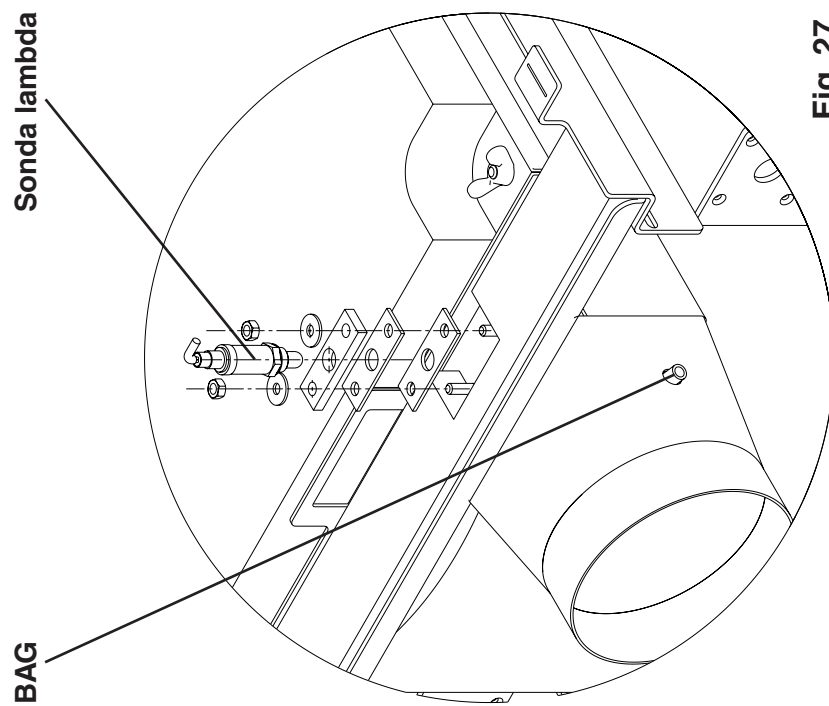

Fig. 27
- Inserire il sensore della temperatura della caldaia (BK) dal dispositivo di controllo della temperatura nella boccia ad immersione e fissarlo. Nella stessa boccia ad immersione è necessario inserire il sensore della temperatura del limitatore di temperatura di sicurezza (STB) in fase di montaggio del rivestimento.
- Montare la sonda lambda (vedere Fig. 27).